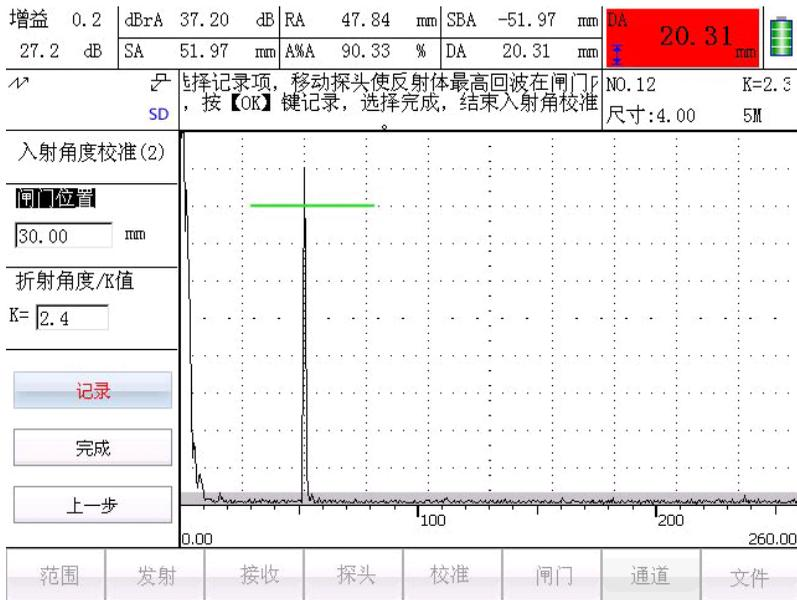

图 4.9 入射角校准(2)
- 3) 点击**下一步**按钮，进入**入射角度校准（2）**界面，如图 4.9 所示。调节闸门位置，使一次回波位于闸门内。点击**上一步**按钮，可回到上一界面。